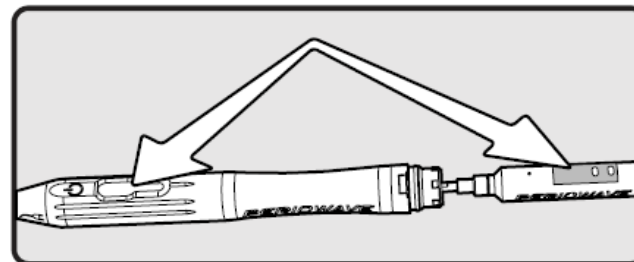

Figure 8 : Orientation de l'insert laser
- Faire glisser l'insert laser dans la gaine extérieure de manière à ce que l'interrupteur lisse de l'insert laser soit aligné sur la fenêtre correspondante située dans la gaine extérieure de la manière illustrée à la Figure 8. L'insert ne peut être posé adéquatement que dans un seul sens.